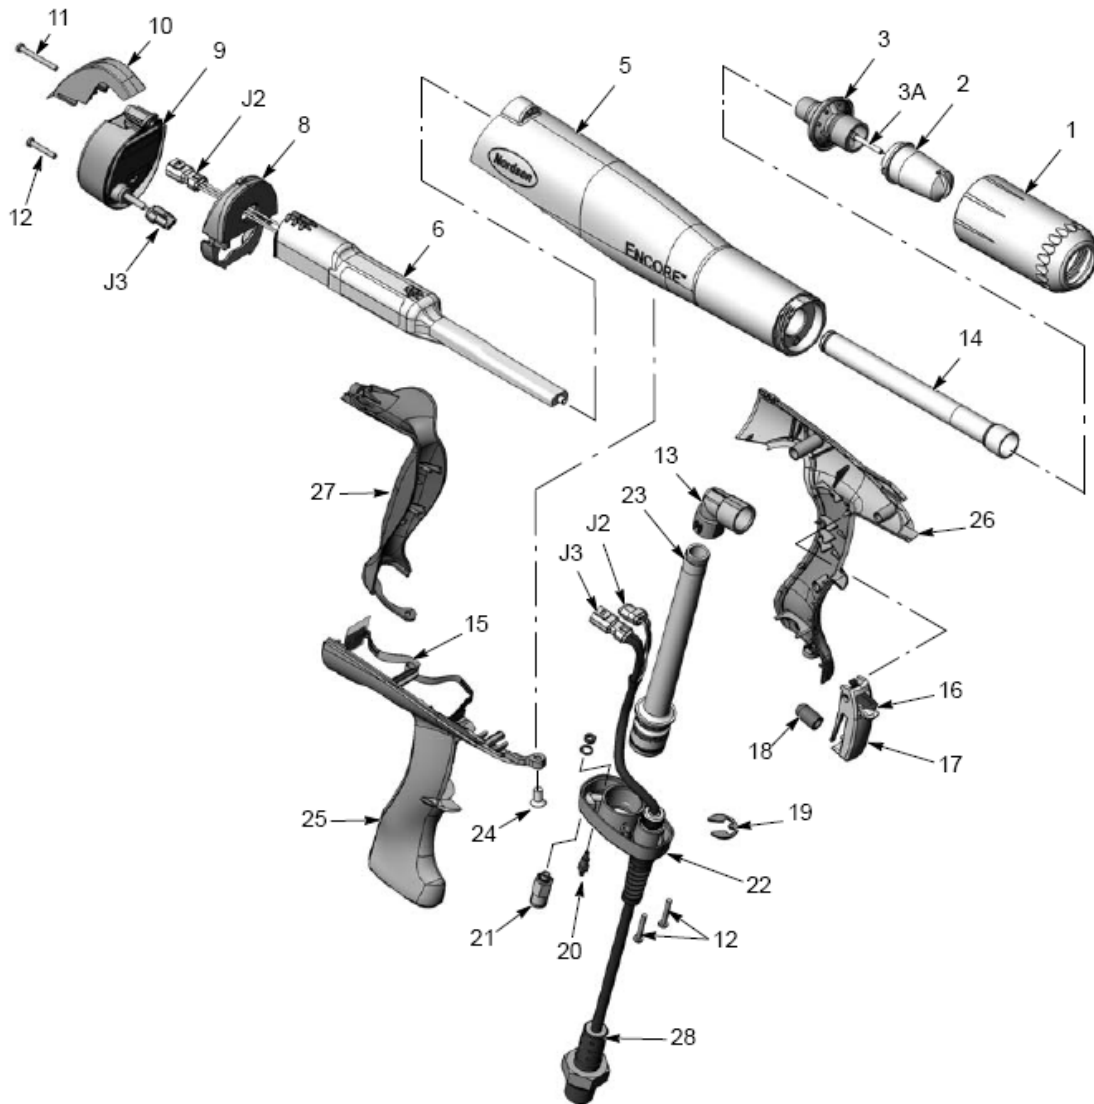
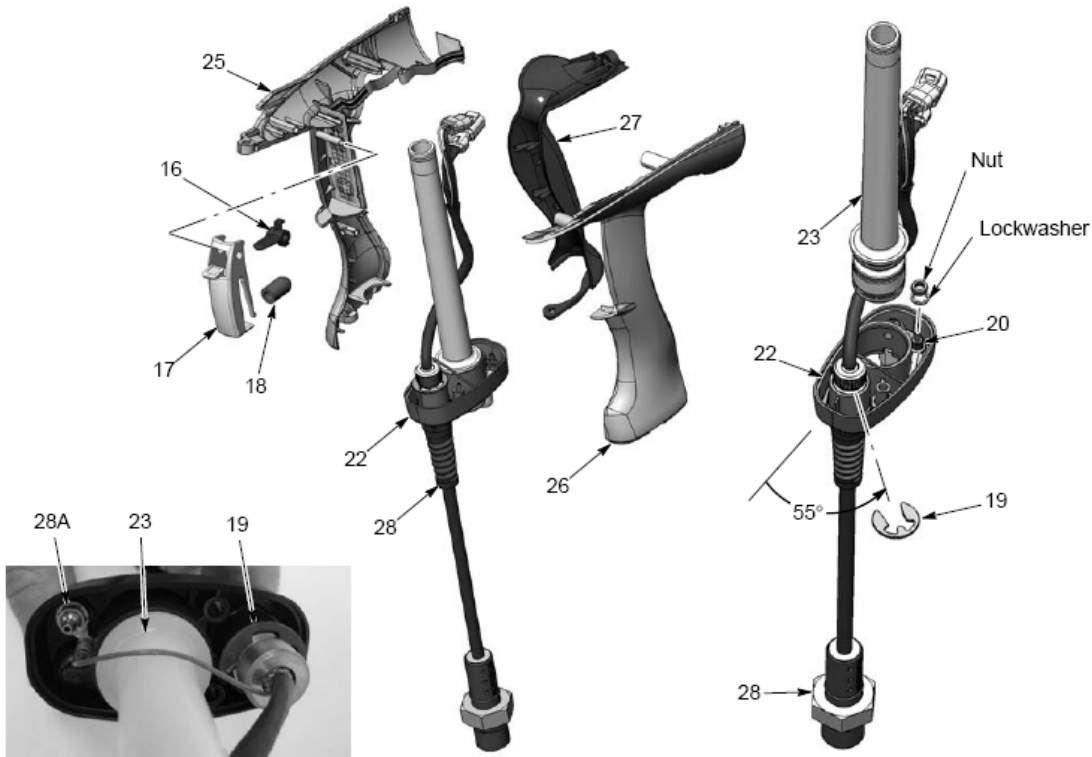
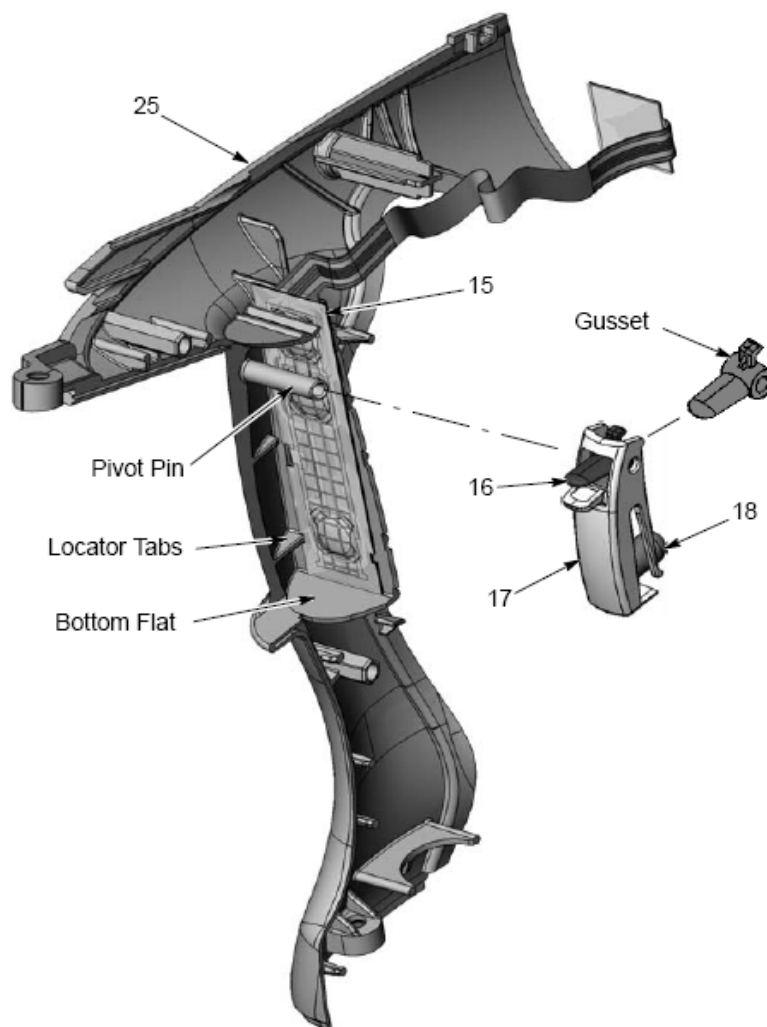

图 5-3 喷枪分解图 (编号与零件清单相同)
图 5-9 整个喷枪拆解
图 5-10 触发开关和扳机的安装
如图 5-3、5-4 和拆解步骤所示数字。
12. 如图 5-9 所示。拆开左右两侧枪把 (25, 26)。
14. 轻轻扭转粉末进料管 (23)，将其从枪把座上拆下。
15. 使用  $\frac{1}{4}$  in 套筒扳手从倒钩配件上拆下螺母和锁紧垫圈 (20)，并断开接地线环钳端与倒钩配件的连接。
16. 小心拆下电缆扣套 (19) (会弹开而丢失)，然后拆下枪把座上电缆 (28)。
1. 如图 5-9 所示。使电缆 (28) 穿过枪把座 (22)，并用扣套 (19) 紧固于枪把座。按所示角度定位扣套。
2. 将双倒钩配件 (20) 安装于枪把座上，使电缆接地线端滑到倒钩配件上方。将内齿形锁紧垫圈和螺母安装于倒钩配件，并拧紧螺母。
3. 拆下的止回阀 (21, 图 5-3) 旋接在枪把座上。切勿过度拧紧止回阀。
4. 安装入口管, 其中 O 形环 (23) 安装在枪把座 (22)。
5. 如图 5-10 所示。将拆下的触发开关 (15) 安装在右侧枪把 (25) 的安装面上, 并用定位片和底部平面对其定位。按压开关, 紧密固定。
6. 将致动器 (18) 组装在主扳机 (17) 螺丝孔上。设置扳机 (16) 的角撑板方向正确后, 插入主扳机。对准扳机枢轴孔, 使扳机滑向右侧半个枪把上扳机枢轴销上方。
10. 如图 5-9 所示。将定位片后侧接地垫 (27) 卡接在枪把后侧，旋转接地垫使其紧密接触枪把组件。